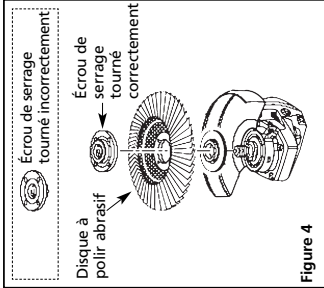

Figure 4
7. Pour installer le disque de polir abrasif : Enfiler l'érou de serrage sur la broche avec le côté plat de l'érou vers le bas. Resserrer avec les doigts (voir la figure 4).